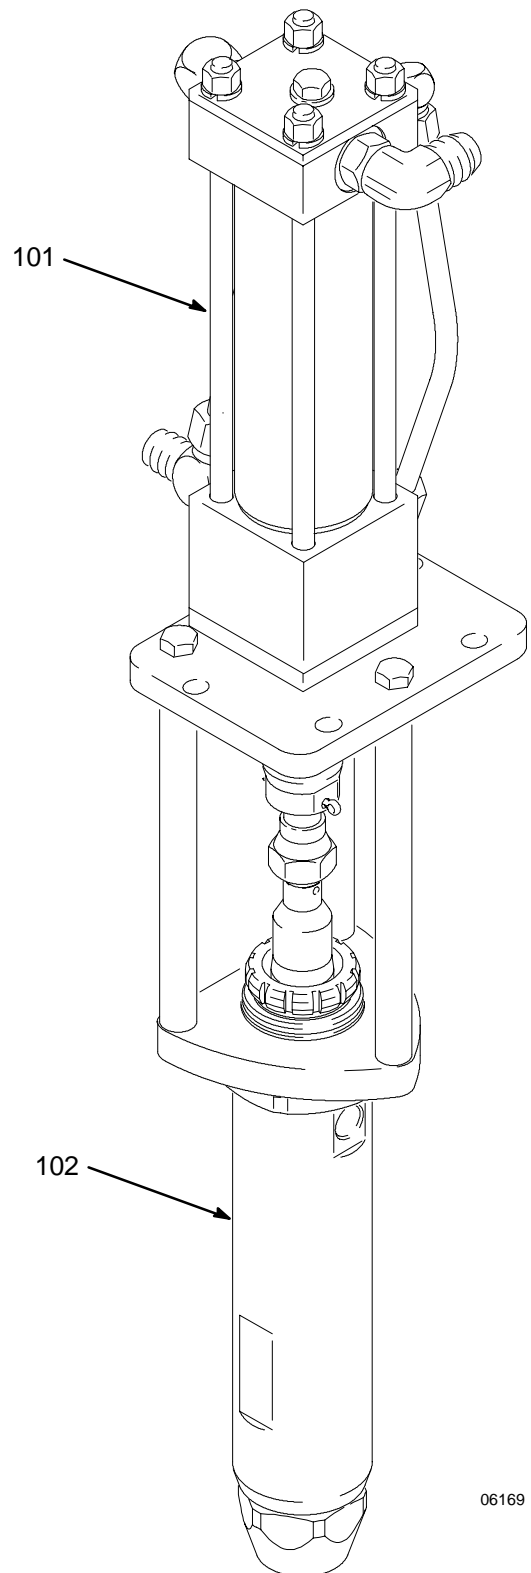

Fig. 1
1. Brancher le moteur hydraulique (101) et le bas de pompe (102) comme indiqué à la page 8. Voir Fig. 1.
3. Enlever la goupille (5) et dévisser le coupleur (6) vissé sur la bielle du moteur hydraulique (104). Enlever le joint torique (7) du coupleur. Voir Fig. 1.
4. Tenir l'ensemble à la verticale, retirer les trois tiges filetées (1) et les tirants (2) assurant la fixation du moteur hydraulique (101) sur la pompe (102). Voir Fig. 1.
5. Nettoyer et examiner toutes les pièces. Les remplacer si nécessaire. Pour l'entretien du moteur hydraulique (101), consulter le manuel 308-618.
1. Tenir l'ensemble à la verticale, faire passer les trois tiges filetées (1) à travers l'embase du moteur hydraulique (103), les tirants (2) et l'embase de la pompe (3). Serrer les tiges filetées à un couple de 27-40 N.m.
2. Lubrifier et placer le joint torique (7) sur le coupleur (6). Introduire le coupleur dans la bielle du moteur hydraulique (104) en veillant à ce que les trous des deux pièces soient l'un en face de l'autre. Serrer le coupleur à 101-108 N.m. Introduire la goupille (5). Voir Fig. 1.